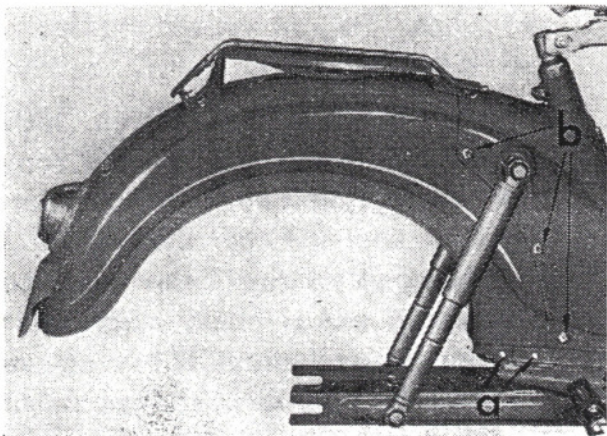

Abb. 121 Hinterradkotflügel eingebaut
5. Luftpumpe abnehmen und die zwei Schlitzschrauben „a“ (Abb. 121) (M 4 x 8 mit Mutter) herausdrehen.